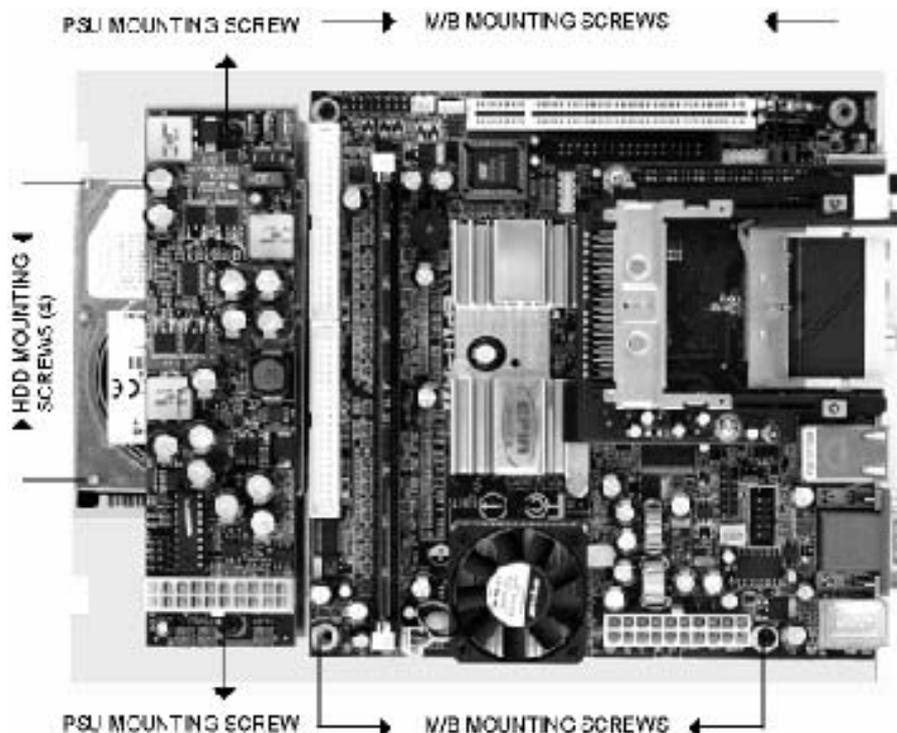

Abbildung 1.0
- 1) Befestigen Sie das Mainboard auf der Grundplatte mit 4 Schrauben. (Siehe Abbildung 1.0)